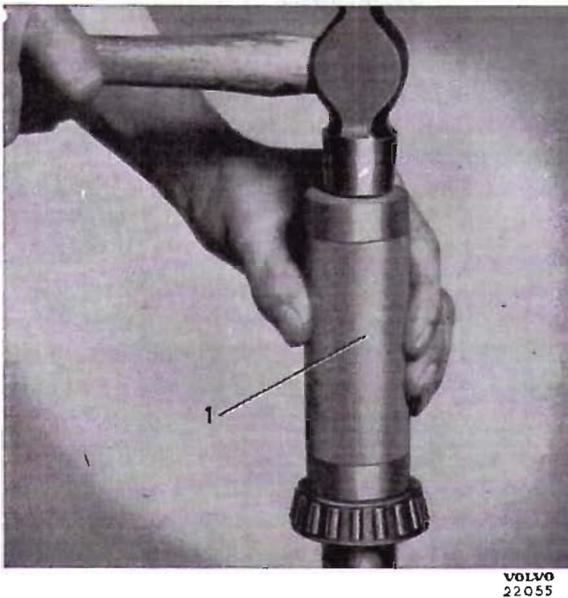

Abb. 30 Einbau des Achswellenlagers
2. Die Lager (15) auf die Antriebswellen, falls sie abgezogen waren, aufziehen. SVO 1805 verwenden. Siehe Abb. 30.